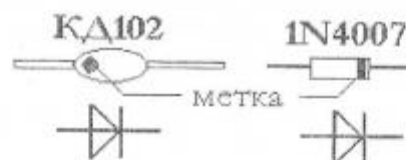

Рис.4 Цоколевка диодов КД102 и 1N4007
**ВНИМАНИЕ:** Цоколевки ответственного диода КД102 и импортного аналога 1N4007 различны (рис.4), поэтому при установке будьте внимательны!